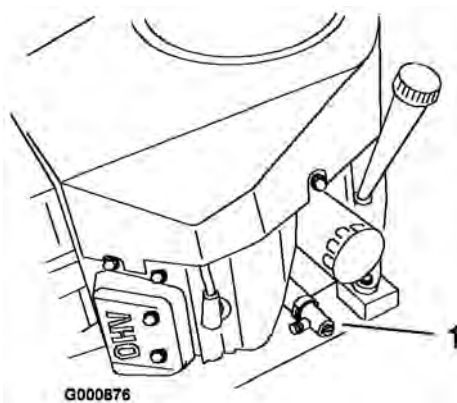

Figure 26
- Branchez le flexible de vidange au robinet de vidange d'huile (Figure 26).
- Placez un bac de vidange sous le flexible de vidange d'huile. Ouvrez le robinet de vidange avec un tournevis à lame plate, une clé de 10 mm (3/8 pouce) (Figure 26).
- Tournez le robinet dans le sens anti-horaire pour l'ouvrir (Figure 26).
- Quand toute l'huile s'est écoulée, refermez le robinet de vidange en le tournant dans le sens horaire (Figure 26).
- Nettoyez la surface autour du bouchon de la jauge d'huile et dévissez le bouchon (Figure 26).
- Versez avec précaution environ 80% de la quantité d'huile spécifiée dans le goulot de remplissage (Figure 26) (voir Vidange de l'huile